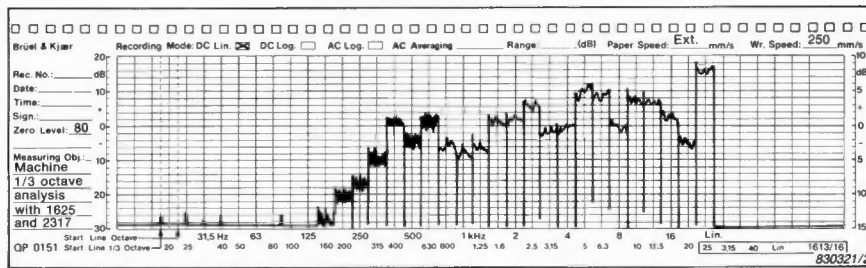
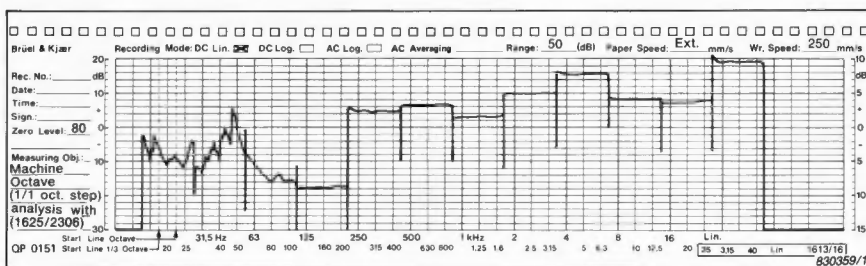

Fig. 3.7. Analyse de $1/3$ d'octave avec le 2317
Fig. 3.9. Analyse d'octave en pas d'octave
1. Avec un potentiomètre de 50 dB monté sur l'enregistreur de niveau, la pondération temporelle «Fast» donnera des lignes de séparation longues d'approximativement 32 dB (Voir Fig.3.7 ou 3.8), alors que la pondération temporelle «Slow» donnera des lignes de séparation longues de 16 dB (voir Fig.3.9).